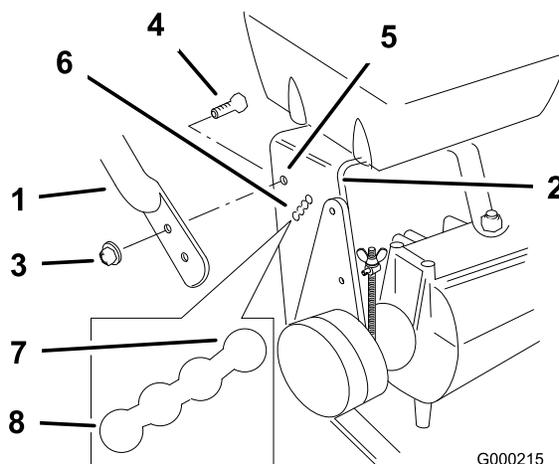

Figura 16
2. Afloje los pernos con arandela prensada superiores (3/8 x 1 pulgada) y la tuerca con arandela prensada que sujetan el manillar al bastidor trasero (Figura 16).
3. Retire los pernos con arandela prensada inferiores (3/8 x 1 pulgada) y las tuercas con arandela prensada que sujetan el manillar al bastidor trasero (Figura 16).